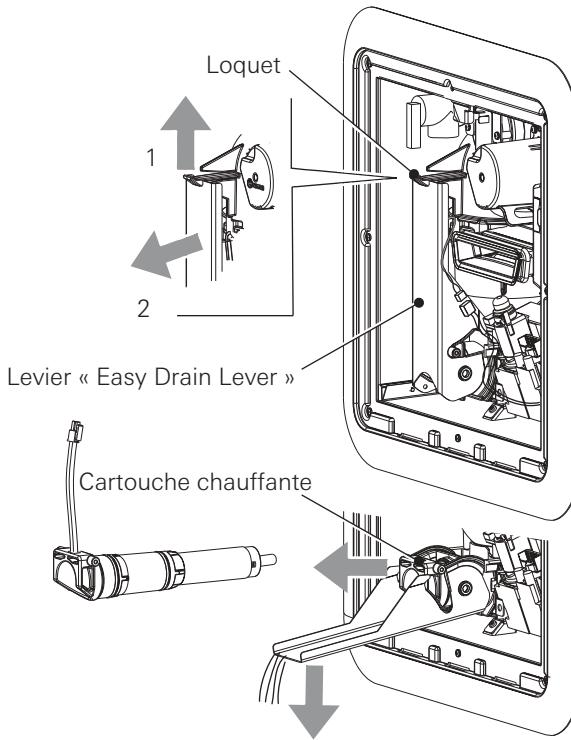

Fig. 11a
9. Enlevez la cartouche chauffante comme indiqué à la Fig. 11a et nettoyez-la avec de l'eau propre.